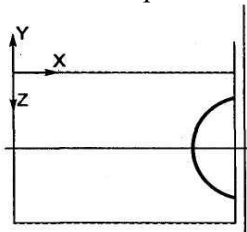

Рис. 110
18. Для получения сквозного выреза повторите пп.4 настоящего упражнения для эскиза выреза рис.110.
19. Постройте эскиз полукруглого выреза, показанный на рис.110.